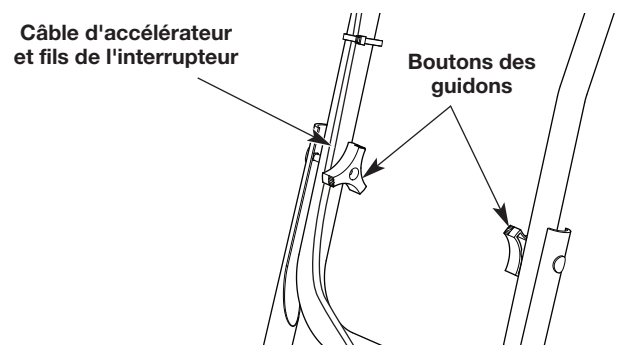

Fig. 3
REMARQUE : Prenez soin de ne pas pincer le câble d'accélérateur ou les fils de l'interrupteur lors du positionnement du guidon (Fig. 3).
5. Serrez le bouton du guidon pour fixer le guidon en place (Fig. 3).